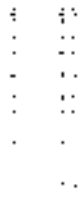

图 8-123 绘制偏移线
- 2) 偏移直线。单击“修改”工具栏中的“偏移”按钮, 将最左侧的直线向右偏移, 偏移量为“33”, 再将最上部的直线向下偏移, 偏移量依次为“8”“20”“30”“60”“70”和“91”。偏移中心线, 向上偏移, 偏移量依次为“75”和“123”, 结果如图 8-123 所示。